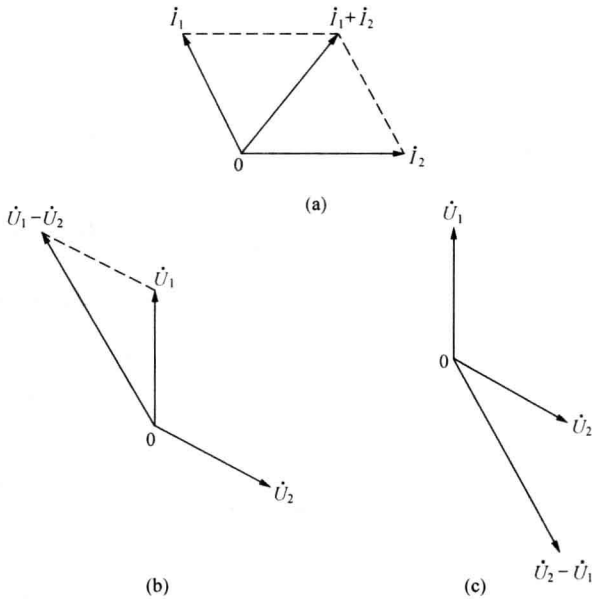

图 1-2 相量图
(1) 相量相加。当电流 i_1 与电流 i_2 在相量图上相加时, 在电流 i_1 线段的顶端 (箭头部位) 画与电流 i_2 同方向的平行线, 相量的 0 点与新画线段的顶端之间的线段就是电流 i_1 与电流 i_2 相加后的电流 i_1+i_2 。相量相加可以在两个相量中的任何一个相量的顶端 (箭头端) 画另一个相量的平行线, 结果相同, 如图 1-2 (a) 所示。
(2) 相量相减。2 个相量相减可认为是 1 个相量与另 1 个相量的反方向相加，但与相量相加不同。如电压 \dot{U}_1 减电压 \dot{U}_2 ，则如图 1-2 (b) 所示，在 \dot{U}_1 顶端（箭头端）作 \dot{U}_2 的反方向平行线，所得结果才是新的电压相量 $\dot{U}_1 - \dot{U}_2$ 。如果按图 1-2 (c) 所示的画法，从 \dot{U}_2 顶端（箭头端）作 \dot{U}_1 的反方向平行线，则表示 \dot{U}_2 减 \dot{U}_1 ，所得结果与电压 \dot{U}_1 减电压 \dot{U}_2 是不一样的。这和数学中的减法运算一样，被减数和减数在算式中的位置是不能更换的。